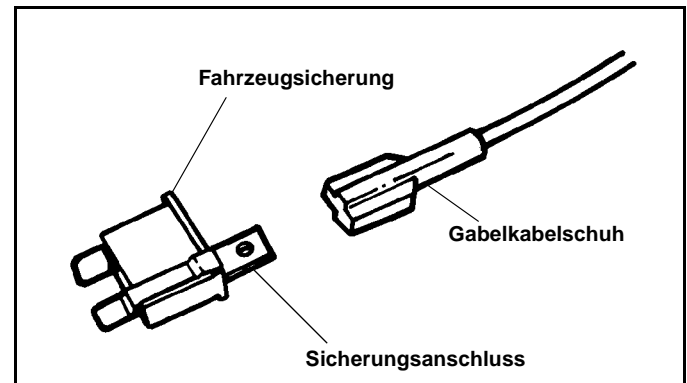

Abb. 1-5
15. Mit einer Testsonde die gesicherte "AUS"-Seite der Sicherung feststellen und das A.T.O.-Sicherungsanschluss an diese Seite der Sicherung anschließen. (Siehe Abb. 1-5).